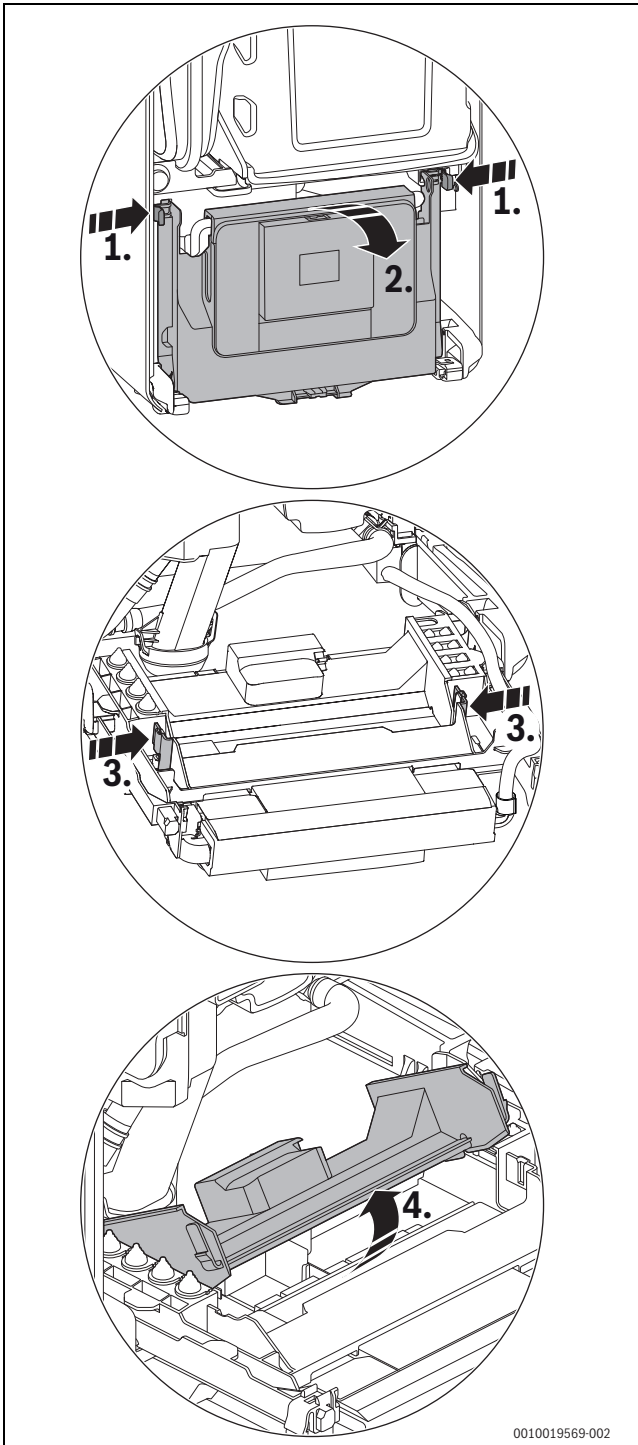

Fig. 78 Deschiderea capacului
- ▶ Rabatați dispozitivul de comandă în jos (→ Fig. 78, pagina 45).